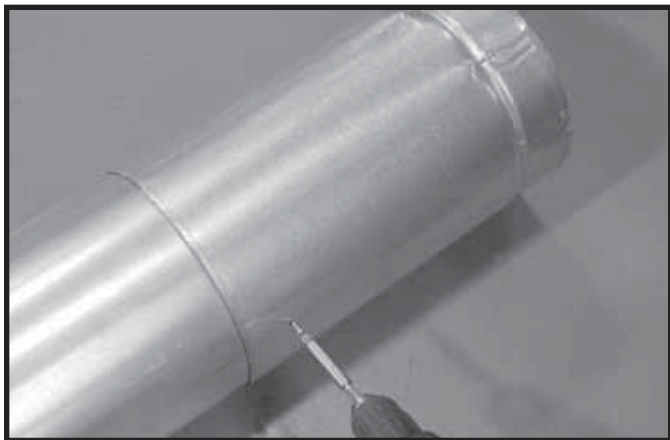

Figure 10.4 Visser dans le tronçon coulissant
- Fixez le tuyau et le tronçon coulissant à l'aide de deux vis de 1,3 cm maximum, en utilisant les trous préliminaires dans le tronçon coulissant. Voir la Figure 10.4.